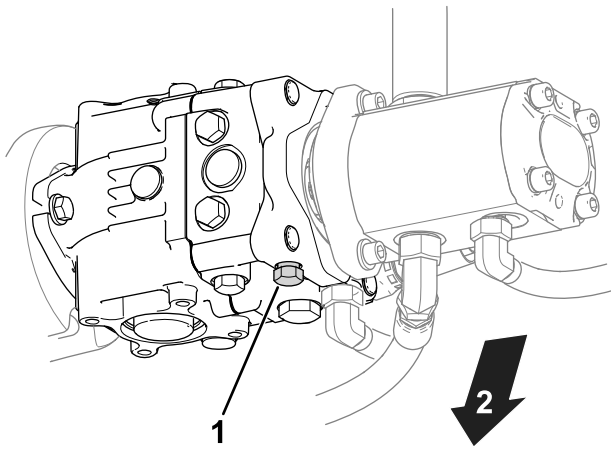

Figure 28
1. Trouvez la vanne de dérivation sur la pompe (Figure 28).